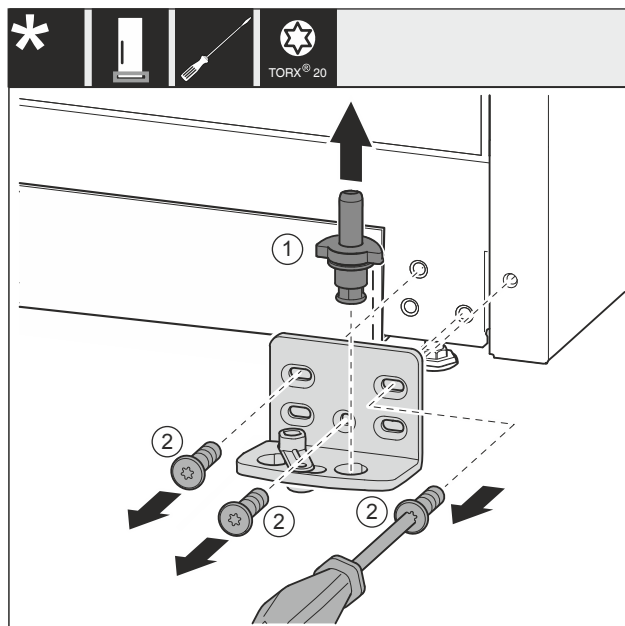

Fig. 33 *
- Vedä laakeripultti Fig. 33 (1) kokonaan ylöspäin ulos.*
- Kierrä ruuvit Fig. 33 (2) ulos ruuvimeisselillä ja ota laakerijalusta pois.*